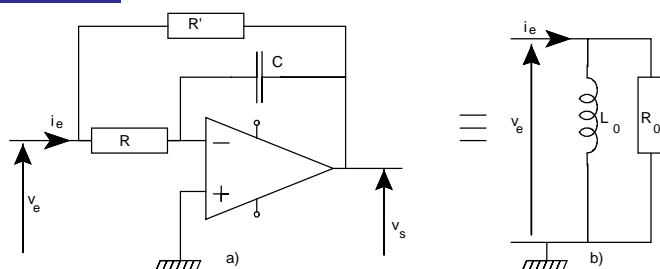

Figure 3 : Inductance simulée avec un A.O. a) Montage
- Pourquoi dans schéma de la figure 3, l'amplificateur peut-il être considéré comme parfait ?